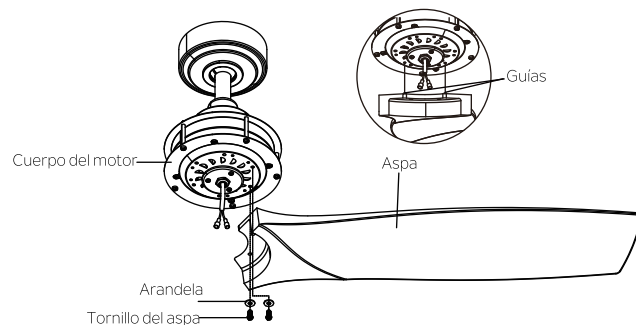

Fig. 17
Paso 1. Sujete levemente el aspa al cuerpo del motor con arandelas y tornillos proporcionados en el paquete de piezas metálicas de acoplamiento de las aspas. Luego, ajuste bien después de haber acoplado los dos tornillos. (Fig. 17).
NOTA: Las aspas cuentan con guías que contribuyen a su alineación con el cuerpo del motor. (Fig. 17).